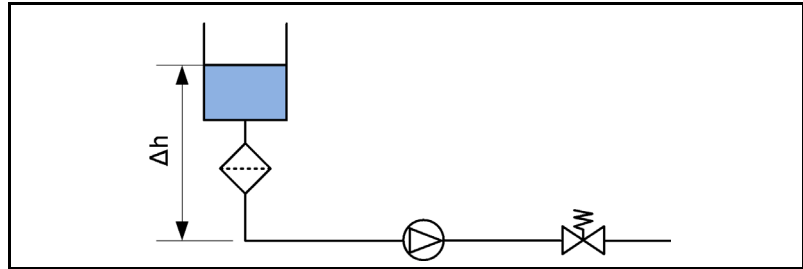

Fig. 21: Réservoir d'aspiration au-dessus de la pompe.
Pour éviter une sortie incontrôlée de fluide, il faut utiliser une soupape de retenue de pression sur le côté refoulement (voir Fig. 21).
- Monter le système conformément à Fig. 21